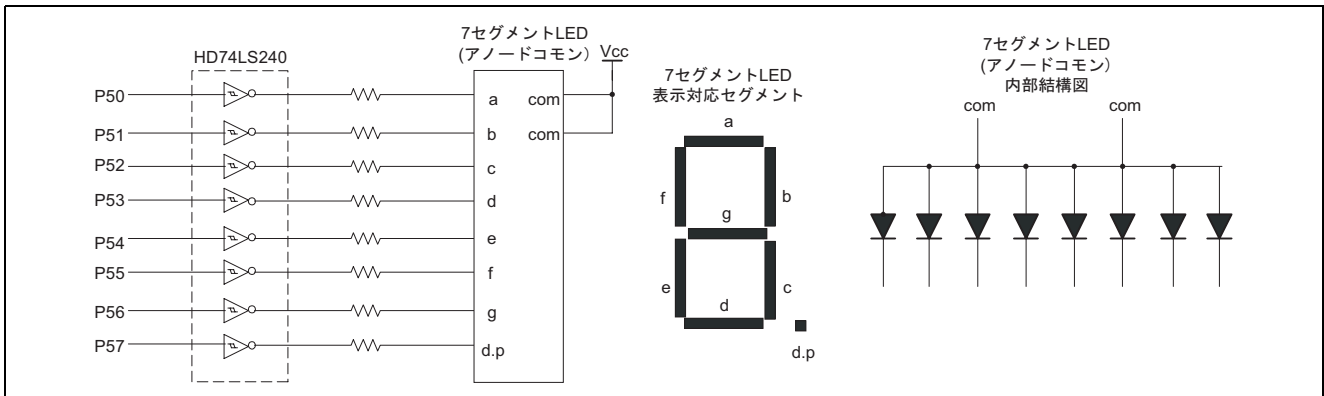

図 7 7 セグメント LED 接続図および内部結線図
(2) 使用する 7 セグメント LED の接続図を図 7 に示します。図 7 に示すようにポート 5 から “ High ” を出力することにより対応する LED のセグメントが点灯します。また , ポート 5 出力と LED 表示データの関係を表 3 に示します。